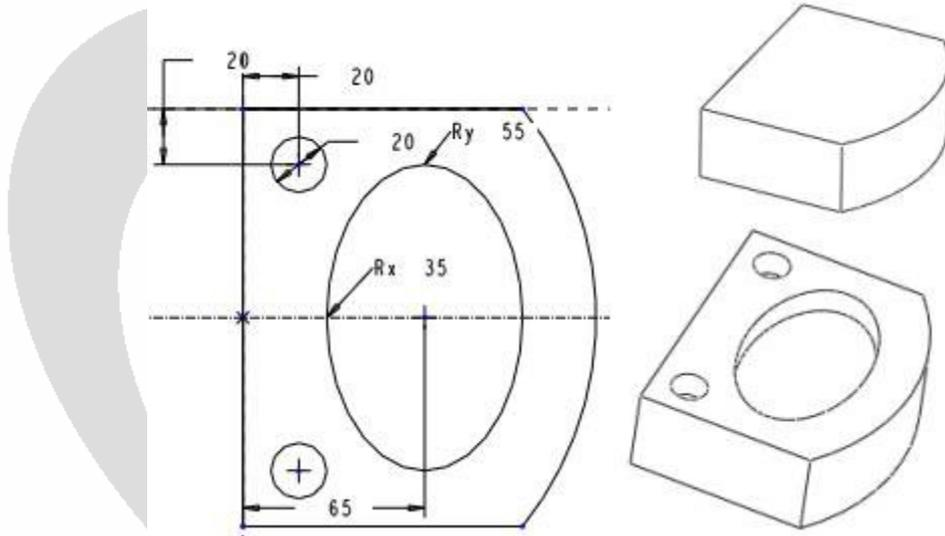

图 12-3 练习 12-3 操作示意图
【练习 12-3】： 打开附盘 “\ch12\12-3.prt”文件，使用【偏移】命令偏移复制选定的面（偏移尺寸为 15），如图 12-3 所示。
1、选择模型的上表面，单击菜单【编辑】→【偏移】命令，打开偏移特征操控板。2、设置偏移类型为“展开”，设定偏移值为“15”。3、在【控制】面板中选中“垂直偏移”选项，以垂直于上端面进行偏移。4、在【选项】面板设置展开区域类型为“草绘区域”选项，在激活的“侧面类型”选项中选择“与草绘正交”，如图 12-4 所示。5、单击偏移特征操控板中的  按钮，选择上端面为草绘平面，绘制如图 12-3 所示的图形。6、单击操控板右侧的  按钮，调整草绘截面的材料增减方向，完成模型的建立。